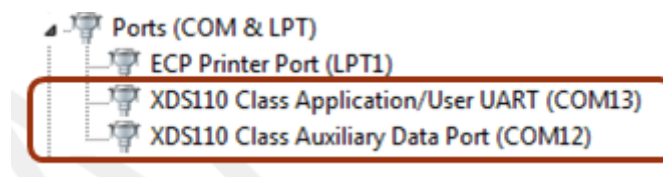

图 13. 列出适用于 MSP-EXP432P401R LaunchPad™ 的 XDS 端口
1. 使用微型 USB 电缆将 MSP-EXP432P401R LaunchPad 连接到 PC。Windows 会自动搜索驱动程序。若要验证是否已正确安装驱动程序，可打开 PC 上的设备管理器 (Device Manager)，然后导航到端口 (Ports)。将列出两个 XDS110 端口 (如图 13 所示)，显示是否已在 CCS 安装过程中正确安装了驱动程序。